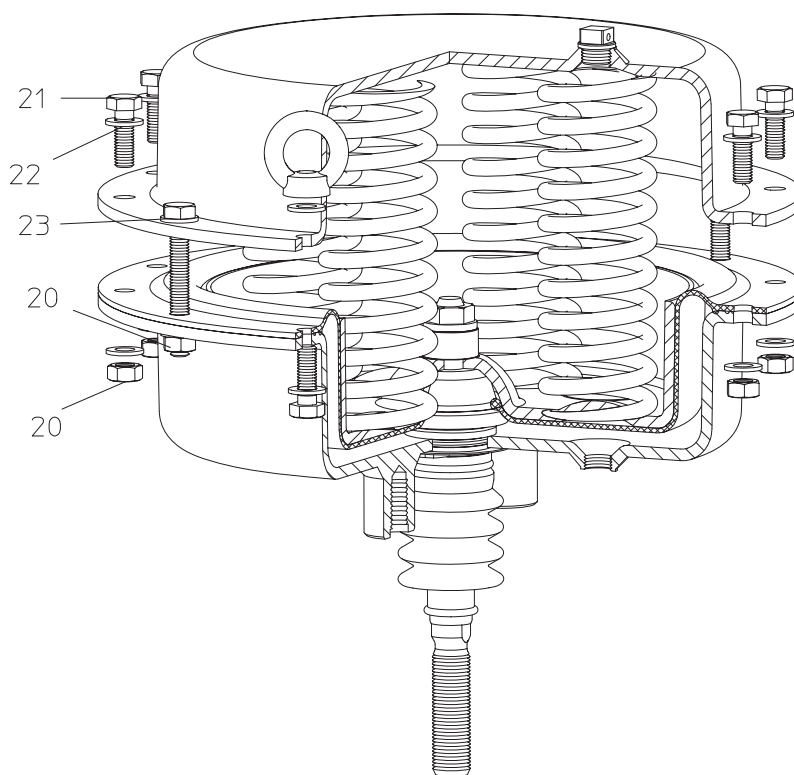

Fig. 20
- En los accionamientos que tienen reforzada la tensión previa del resorte (véase la Fig. 20) los modelos DP30 / DP32 y DP33 tienen dos tornillos largos (pos. 23), y el DP34 tiene cuatro. Soltar los tornillos al final de modo uniforme para eliminar así la tensión previa del resorte.